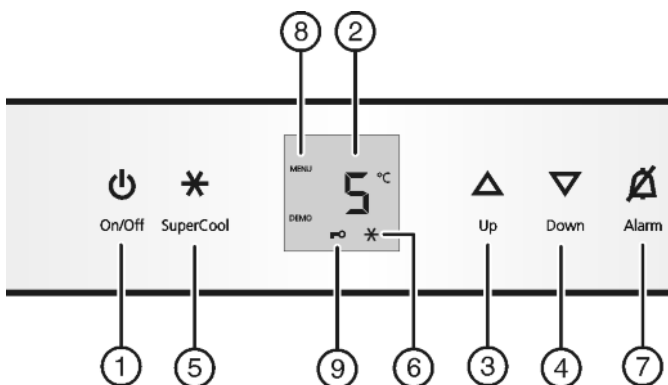

Fig. 2
- ▶ нажмите кнопку On/Off Fig. 2 (1).
- ▶ Активация режима настройки: удерживайте кнопку SuperCool Fig. 2 (5) прим. 5 с.
- ▶ Коротко нажмите кнопку SuperCool Fig. 2 (5) для подтверждения.
- ▶ Для включения защиты от детей коротко нажмите клавишу SuperCool Fig. 2 (5).
- ▷ Символ "Защита от детей" Fig. 2 (9) горит. На индикации мигает **с**.
- ▶ Для выключения защиты от детей коротко нажмите клавишу SuperCool Fig. 2 (5).
- ▷ Символ защиты от детей Fig. 2 (9) гаснет. На индикации мигает **с**.
- ▶ Выход из режима настройки: нажмите кнопку On/Off Fig. 2 (1).
- ▶ Нажмите кнопку Alarm Fig. 2 (7).
- ▶ Установка более высокой температуры: нажмите кнопку настройки Up Fig. 2 (3).
- ▶ Установка более низкой температуры: нажмите кнопку настройки Down Fig. 2 (4).
- ▶ Коротко нажмите кнопку SuperCool Fig. 2 (5).
- ▷ На индикации горит символ SuperCool Fig. 2 (6).
- ▷ Символ SuperCool Fig. 2 (6) на индикации гаснет.